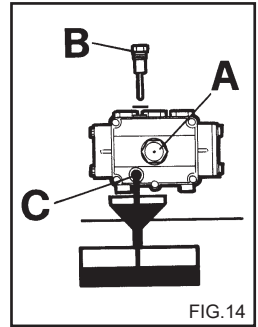

FIG.14
2) Svitare il tappo con l'asta di controllo livello (fig. 14).